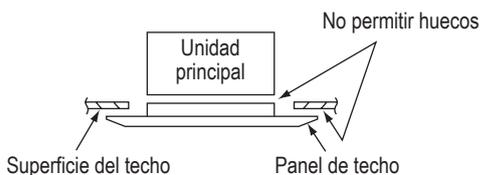

Fig. 2-20
- (4) Comprobar que, efectivamente, está firmemente sujeto.
- En este punto, asegurarse de que no quedan huecos entre la unidad y el panel del techo, ni entre el panel del techo y el propio techo. (Fig. 2-20)